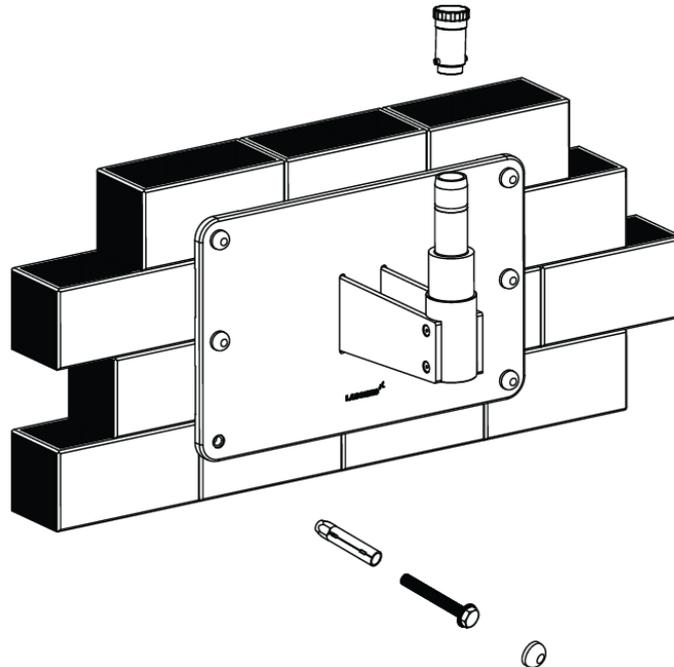

Fig. 22
3. Assemblez le bras sur l'arbre de montage mural en vous référant à la fig. 22 et réinstallez le bouchon fileté en place.